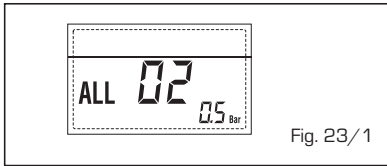

Fig. 23/1
**- ANOMALIA ALTA PRESSÃO ÁGUA “ALL 03” (fig. 23/2)**